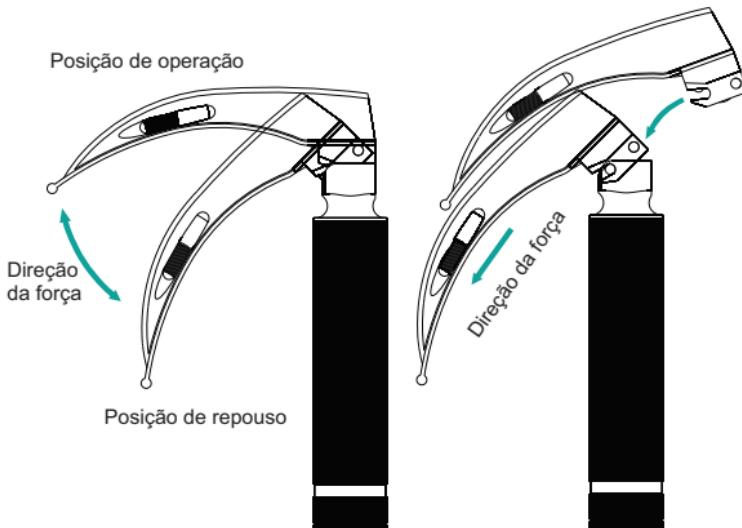

Fig.1
- b) Engate a lâmina através do alinhamento da ranhura da sua base sobre o eixo na parte superior do cabo, aplique uma força suficiente para realização do engate e então puxe até a posição horizontal, obtendo o encaixe sob pressão (Fig.1). Neste momento a lâmpada acende, proporcionando uma iluminação em feixe necessário para a realização do procedimento por profissional capacitado.